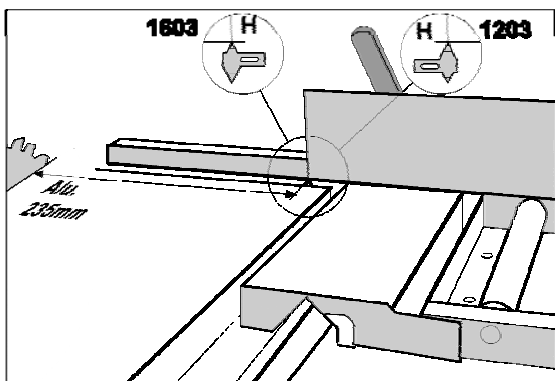

Fig.8
- For at målebåndet på anholdet skal vise riktig ved kapping av arbeidsstykket, stilles sagbladet i kappeposisjon 0° og låses i løftet stilling. Juster anholdet i lengderetningen slik at avstanden mellom aluminiumsanholdet og sagbladets tenner måler **235mm** (*fig. 8 og 9*). Anholdet låses med låsehendlene **D** (*fig. 7*). Bruk materialstopperen og kontroller at innstillingen er riktig ved å foreta en prøvekapping. Når anholdet er riktig justert, justeres også pilen **H** bak på sagbordet som vist i *fig. 8 og 9*. Pilen skal markere enden av aluminiumsanholdet. Det vil senere være lett å stille anholdet tilbake i denne posisjonen.